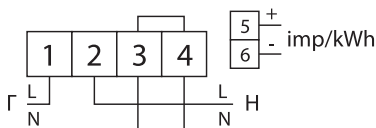

Рисунок 3. Схема подключения счетчиков к сети
6.3. Счетчик имеет испытательный телеметрический выход (рисунок 3, контакты 5-6), предназначенный для проверки прибора и подключения к системам автоматизированного учета